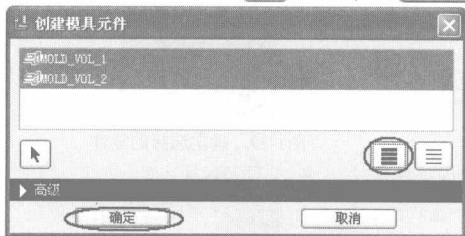
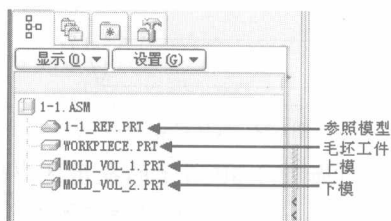

图1-23 选取全部体积块
图1-24 产生模具元件零件
21. 选择菜单管理器中的【模具元件】/【抽取】命令, 单击如图 1-23 所示选取全部体积块按钮 , 再单击 **确定** 按钮, 产生的模具元件如图 1-24 所示。